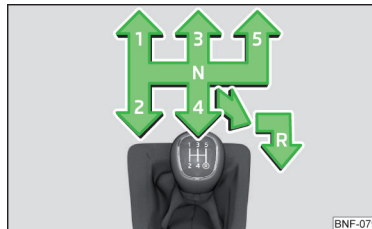

Fig. 124
Pe schimbătorul de viteze este reprezentată schema de selectare a treptelor individuale de viteză » fig. 124.
- Împingeți maneta schimbătorului de viteze în jos, apoi complet spre dreapta și apoi spre înapoi în poziția **R** » fig. 124.